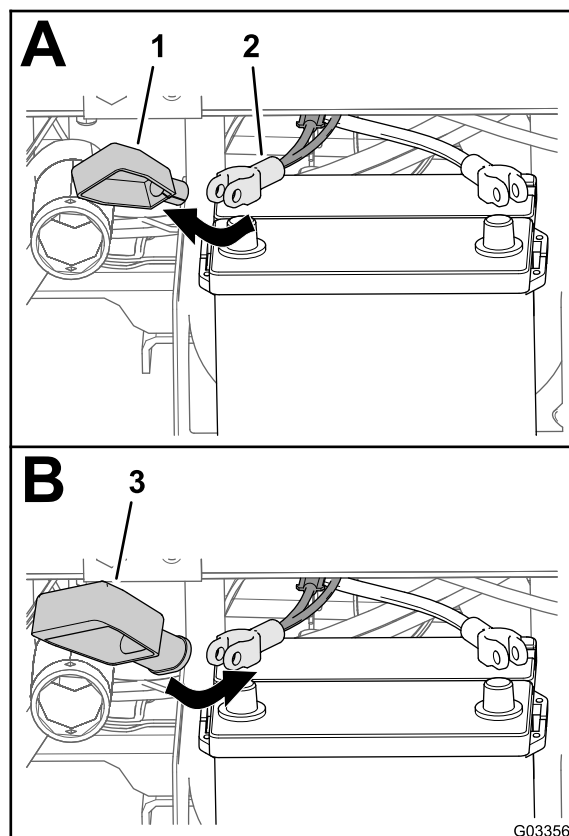

Figura 28
2. Îndepărtați capacul (îngust) de pe cablul pozitiv al bateriei (Figura 28).
3. Instalai capacul lat al bateriei peste cablul pozitiv al bateriei, aa cum este indicat în Figura 28.